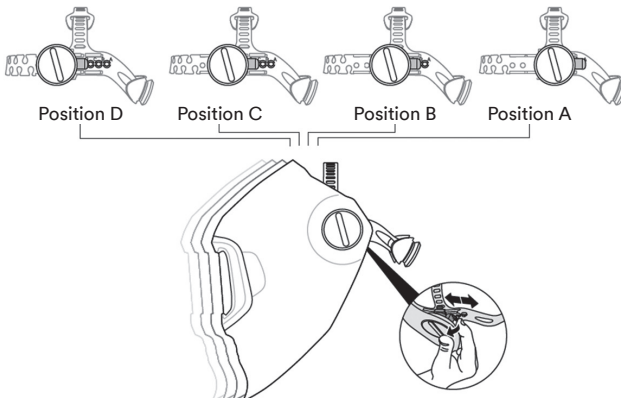

図2
3. 溶接面と顔の距離の調節は、次の手順で行ってください。ヘッドバンドの両端にある灰色のタブを引っ張ってスライドのロックを外し、ヘッドバンドをお好みの位置へ動かします（図2）。